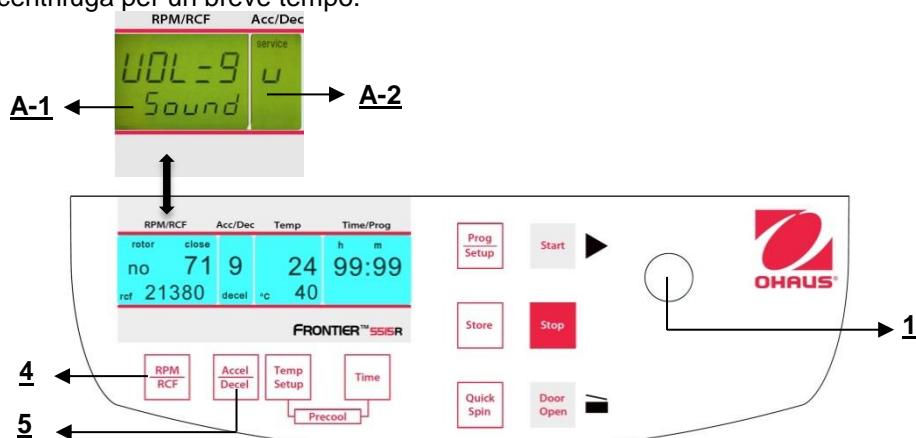

Figura 34
Procedere come descritto al punto 4.1.2 per inserire questa modalità programma e poi premere il tasto **"Accel/Decel"** (5). Sul display **"Acc/Dec"** (A-2) lampeggia la parola **"Service"**. Selezionare adesso la lettera **"U"** con la manopola di regolazione (1). Di conseguenza, sul display **"RPM | RCF"** (A-1), appaiono le parole **"Vol=0-9/Sound"**. Dopo aver premuto il tasto **"RPM | RCF"** (4), è possibile regolare il volume desiderato fra 0 (basso) e 9 (alto) con la manopola di regolazione (1) (Vedere figura 34).